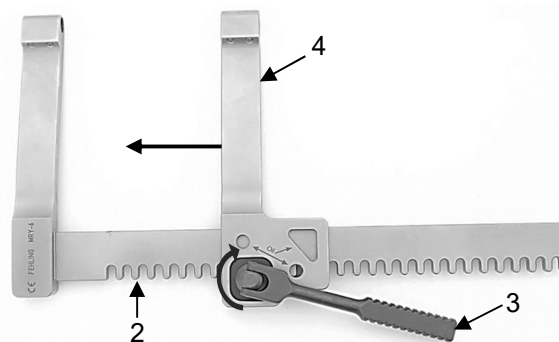

Fig. 17
Ruotando la leva di comando (3) in senso orario, fare scorrere il braccio mobile del divaricatore (4) sulla guida dentata (2) verso l'interno, in direzione del braccio fisso (1) (Fig. 17).